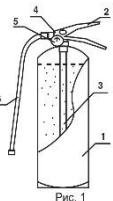

Рис. 1
4.1. Огнетушитель (рис. 1) состоит из корпуса 1, наполненного огнетушащим порошком 7. На горловине закреплено запорно-пусковое устройство 4 с индикатором давления 5. ЗПУ оснащено ручкой для переноски огнетушителя и ручкой для управления подачей порошка 2. Огнетушитель оснащен сифонной трубкой 3, гибким рукавом 6 (кроме ОП-1, ОП-2, ОП-3) и распылителем для получения факела распыла порошка. Огнетушитель оснащен чекой для предотвращения саморазбавления.
На баллоне нанесена маркировка в одну, две или три строки. Допускается размещение наклейки (надписи) в центральной части цилиндрической поверхности, граничащей с верхней крышкой: по диаметру крышки, вдоль баллона по высоте, по диаметру цилиндрической части обечайки в нижней, средней или верхней частях обечайки (смотри рис.1). Содержащая следующую информацию: а) наименование и (или) обозначение типа, марки, модели баллона; б) параметры и характеристики, влияющие на безопасность (рабочее и пробное давление, масса порошкового баллона, вместимость баллона); в) наименование материала, из которого изготовлен баллон г) товарный знак изготовителя; д) заводской номер; е) дата изготовления (производства); ж) знак ЕАС